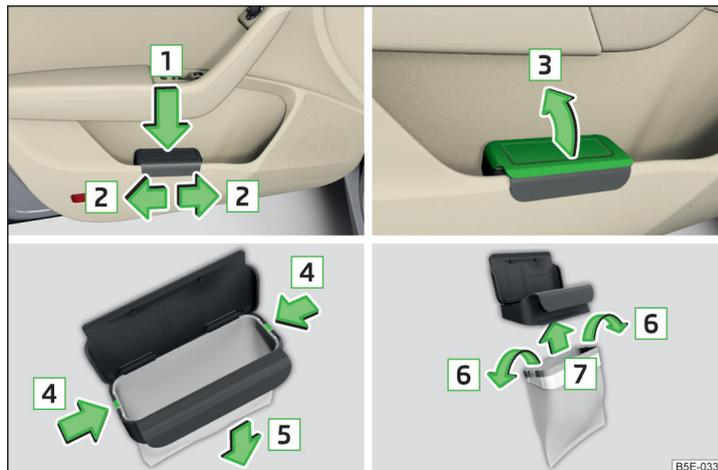

Abb. 91 Abfallbehälter: einsetzen und verschieben / öffnen / Beutel einsetzen
- › Den Abfallbehälter im hinteren Bereich in Pfeilrichtung **1** » Abb. 91 eindrücken.
- › Den Abfallbehälter entgegen der Pfeilrichtung **1** » Abb. 91 herausnehmen.
- › Den Deckel in Pfeilrichtung **3** » Abb. 91 anheben.
- › Die beiden Rastnasen am Rahmen in Pfeilrichtung **4** » Abb. 91 abdrücken.